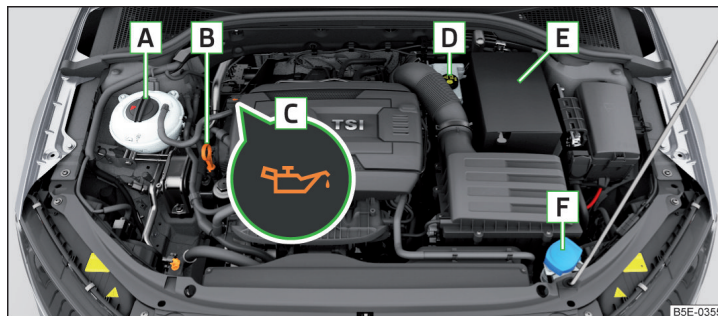

Fig. 195 Exemplu de dispunere în compartimentul motor
- Deșurubați capacul orificiului de umplere cu ulei **C** » fig. 195 la pagina 178.